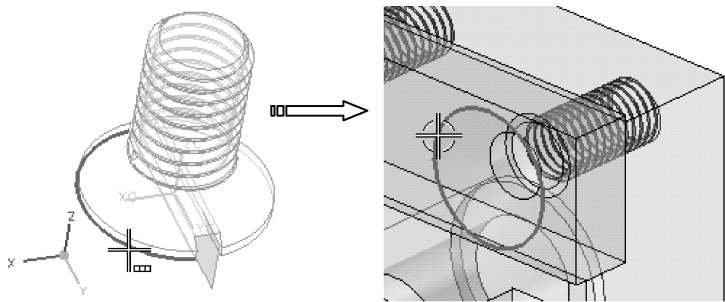

图 7-92 选择同心约束对象
- 11 以【同心】约束类型选择螺钉头顶端面中心和钳口板斜面中心作为同心约束对象，如图 7-92 所示。